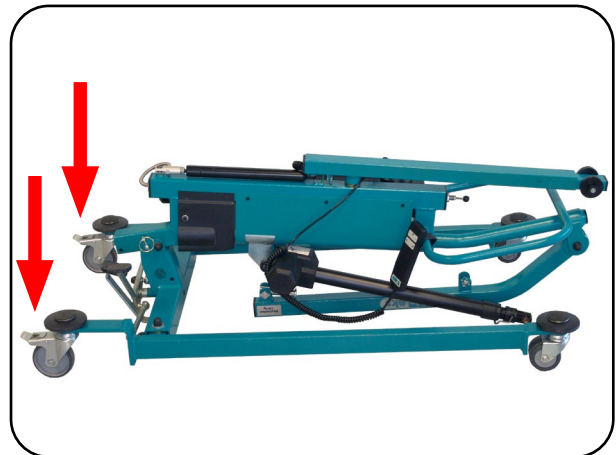

Abbildung 08
1. Stellen Sie den Patientenlifter auf den Boden und bremsen Sie die hinteren Laufrollen (Abbildung 08).